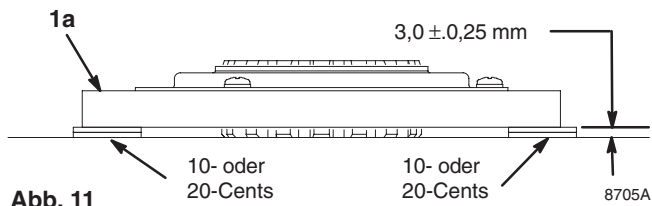

Abb. 11
1. Abb. 11. Zwei Stapel zu zwei 10- oder 20-Cents auf eine glatte Oberfläche der Werkbank legen.